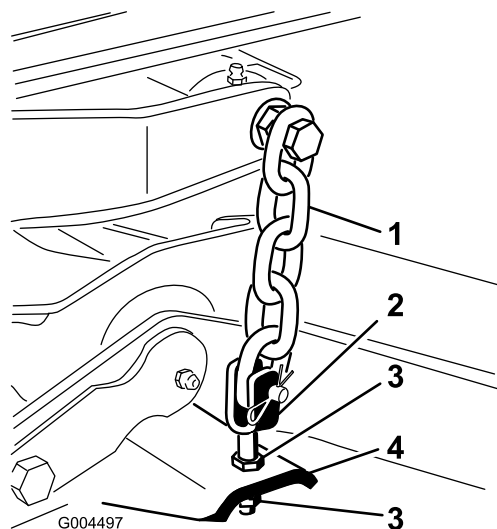

图24
8. 调节将除草机轭/链条固定到除草机的锁紧螺母直至除草机达到水平图24。
7. 调节固定除草机轭/链条的锁紧螺母以升高除草机的后部以使刀片间距设定到 8mm 图24。